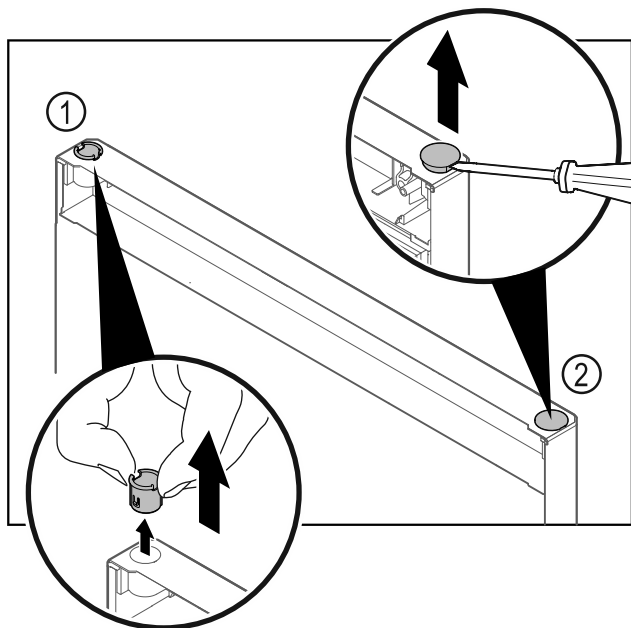

Fig. 27
- ▶ Træk hængselbøsningen Fig. 27 (1) ud med fingrene.
- ▶ Løsn afdækningsproppen Fig. 27 (2) forsigtigt med en flad skruetrækker, og træk den ud.